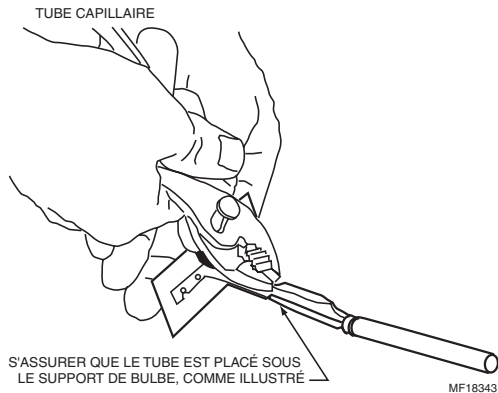

Fig. 9. Montage du tube capillaire dans le support de bulbe.
- Placer le tube capillaire dans la support de bulbe et pincer les bords supérieurs du support au niveau de chaque segment. Voir la Fig. 9